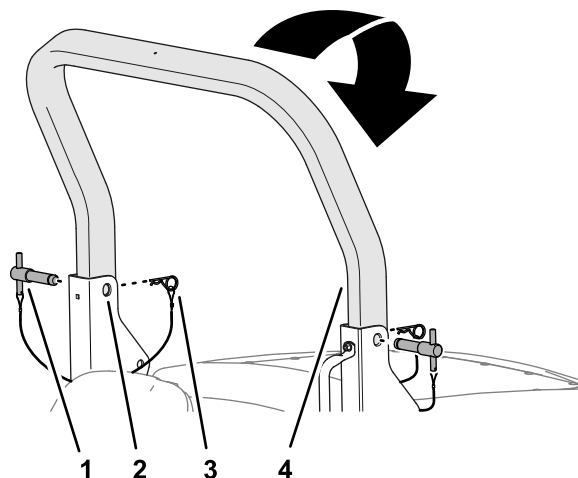

Figura 20
2. Retire las chavetas de los pasadores de la barra antivuelco en los soportes de giro del bastidor de la barra antivuelco inferior (Figura 20).
3. Mientras sostiene el peso de la barra antivuelco superior, retire los pasadores de la barra antivuelco de los soportes de giro (Figura 20).